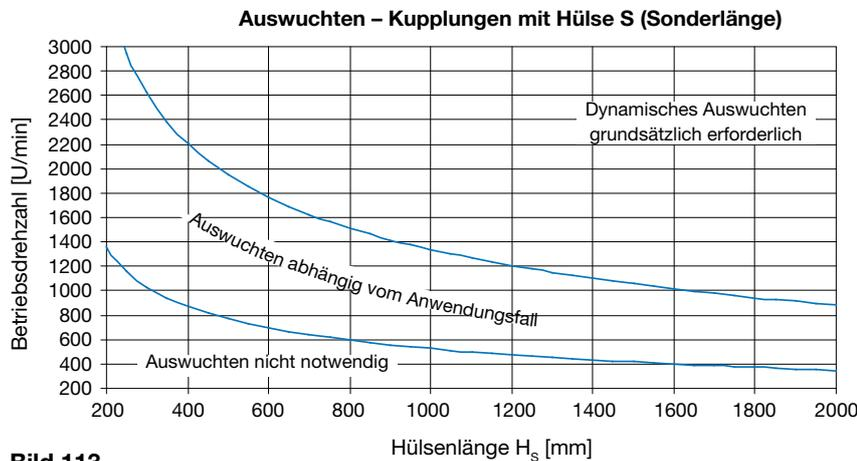

Bild 113
- Länge der Sonderhülse (Bild 113)